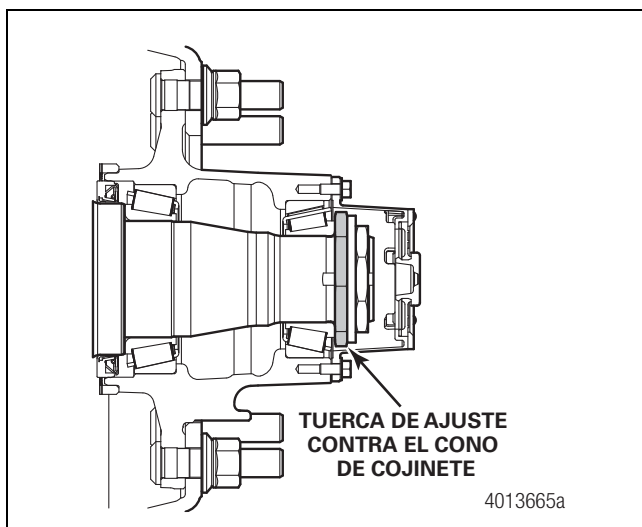

Figura 10.1
- El ajuste manual de cojinetes constituye la norma de producción actual. El objetivo de este procedimiento es lograr obtener un juego axial del cojinete de rueda de 0.001-0.005 de pulgada (0.025-0.127 mm). Tal objetivo se logra apretando primero la tuerca de ajuste contra el cono de cojinete y, luego, aflojándola una cierta cantidad indicada. Figura 10.1.